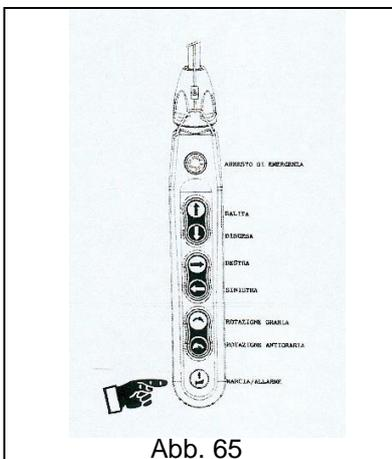

Abb. 65
- **STETS** durch Betätigen der Sirene das in der Nähe des Auslegerkrans arbeitende Personal vom Beginn des Beförderungsvorgangs in Kenntnis setzen (Abb. 65).